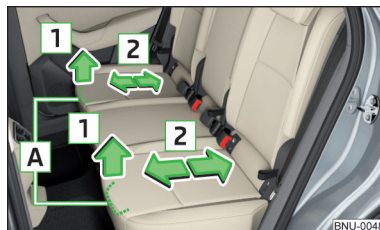

Fig. 80 Ajuste de los asientos en dirección longitudinal
- Tirar de la palanca **A** en la dirección de la flecha **1** y deslizar el asiento en la dirección deseada en la dirección de la flecha **2** » fig. 80. Después de soltar la palanca de mando tiene que encajar el enclavamiento de forma audible.
- Desplazar hacia atrás el asiento hasta el tope » fig. 80 de la pág. 86.